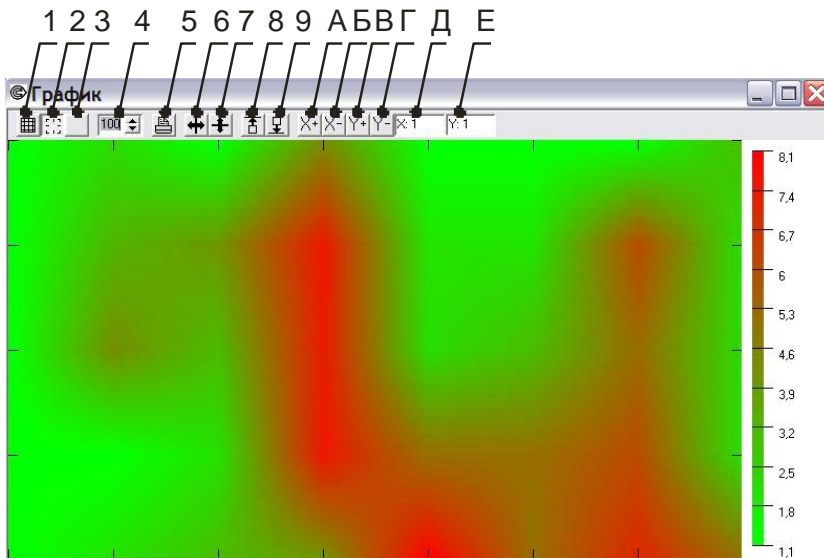

Рис. 16 Графическое отображение измеренных данных
7.4.5.6 Появится окно «График» (рис.16). На нем изображено распределение снятых точек в виде плоскости, на которой цветом выражены области от максимума до минимума.